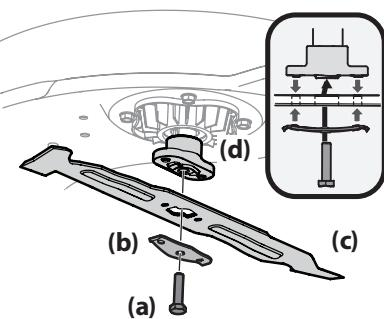

Figure 27
3. Retirez le boulon hexagonal (a) et le support de la lame (b) qui fixent la lame (c) et l'adaptateur (d) au moteur du plateau. Voir Figure 27.
4. Retirez la lame (c) et l'adaptateur (d) de la fusée du moteur du plateau de coupe. Voir Figure 27.